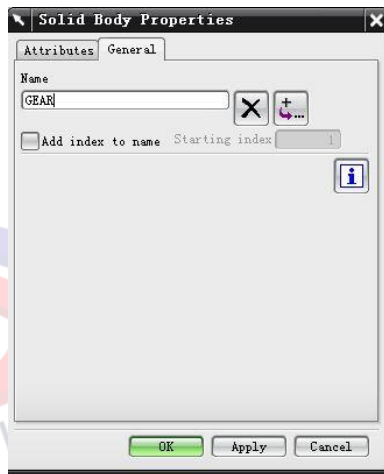

图 1
1. 打开齿轮模型，选择齿轮模型，MB3，选择 Properties，在 General 中为齿轮输入一个名字 gear，如图 1 所示：